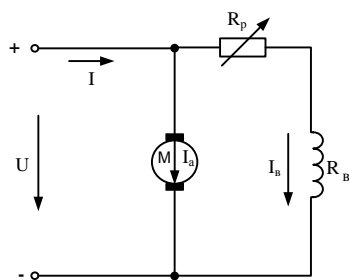

Рис. 2.
5. В цепь обмотки возбуждения шунтового двигателя постоянного тока включен регулировочный реостат R_p (рис.2.). Напряжение питания $U = 220$ В. При токе возбуждения $I_B = 2$ А скорость двигателя $n=1000$ об/мин. Сопротивление обмотки возбуждения $R_B = 55$ Ом. Найти сопротивление регулировочного реостата, необходимое для изменения скорости в диапазоне от 500 до 2000 об/мин. Магнитный поток возбуждения считать пропорциональным току возбуждения $\Phi_B=kI_B$, падением напряжения на активном сопротивлении обмотки якоря пренебречь.